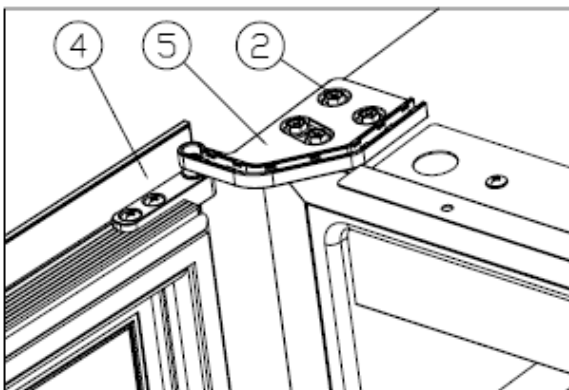

Figure 6
Drehen Sie die Tür (4) um 180 Grad und setzen Sie das untere rechte Scharnier (5) ein, schrauben Sie die M5*16-Schrauben (2). [Figure 6]